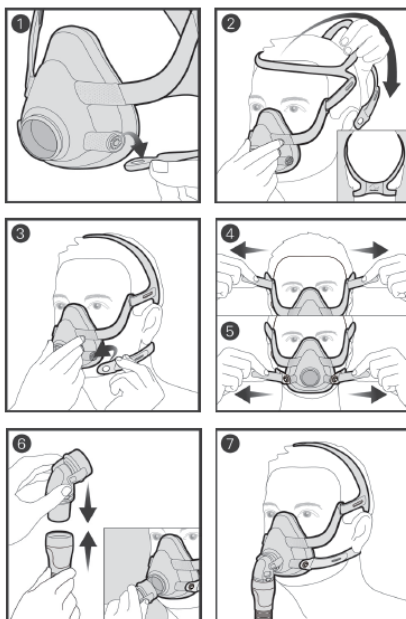

図 1-装着方法
- (1) マスク装着前にマスクフレームから両側のマスククリップを取り外す。(図 1-①)
- (2) 下部ヘッドギアストラップを両方とも外した状態で、マスククッションを顔に当て、ヘッドギアを頭からかぶる。ヘッドギア後ろのロゴが外側で上下が正しいことを確認する。(図 1-②)
- (3) 下部ヘッドギアストラップを耳の下まで持っていき、マスクフレームの外側にマスククリップを取り付ける。(図 1-③)
- (4) 上部ヘッドギアストラップの面ファスナーを外す。マスククッションが鼻の上に無理なく配置されるまで上部ヘッドギアストラップを均等に調節する。面ファスナーを再度取り付ける。(図 1-④)
- (5) 下部ヘッドギアストラップについても(4)と同様の手順を繰り返す。(図 1-⑤)
- (6) エアチューブを接続したエルボーを、サイドボタンを押しながらマスククッションにはめ込む。(図 1-⑥)
- (7) 最終的に図 1-⑦のように装着する。(図 1-⑦)